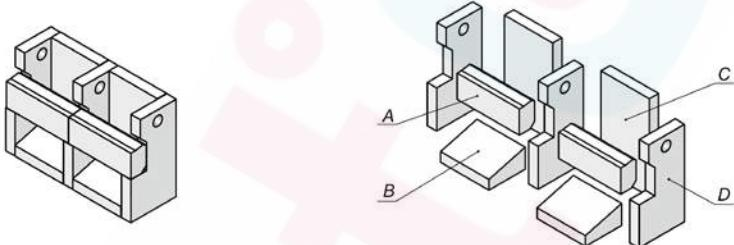

Рис. 6.
Через передние дверцы (28 и 29) в камеру вторичного сгорания (15) вставляется крайние и центральную плиты (D) (см. рис. 6). Между ними вставляется задние плиты (C) и нижние плиты (B). И наконец, на кромки крайних и центральных плит ребром устанавливается передние плиты (A) (въемкой вниз камеры горения).